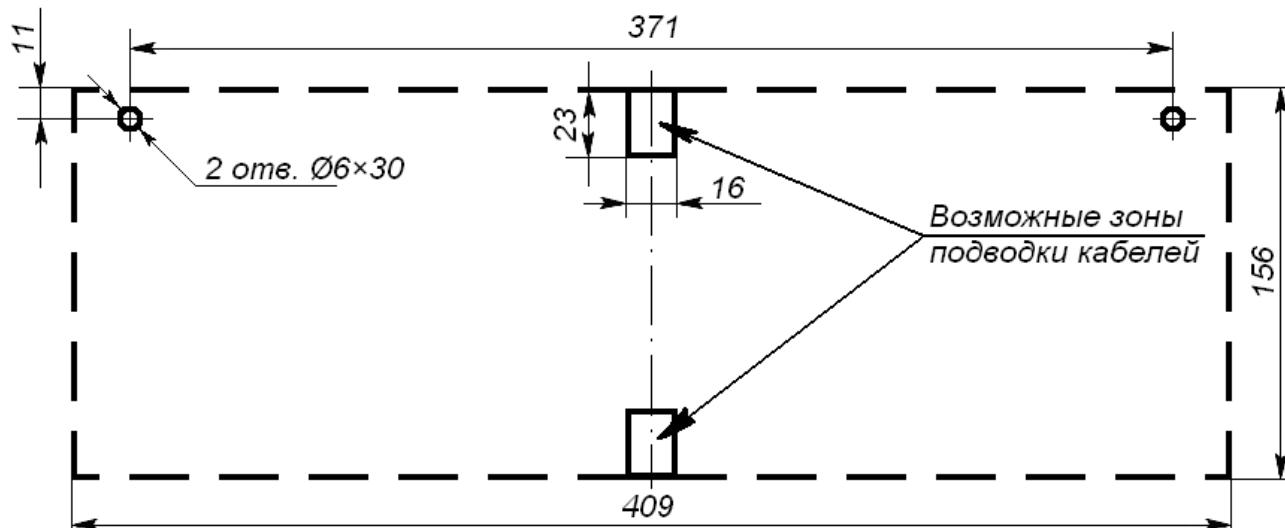

Рисунок 3. Схема разметки для установки ТСВ (пунктиром показаны габариты изделия)
- производить разметку установочных отверстий в соответствии с рис. 3;
2. Произведите разметку и разделку отверстий на установочной поверхности для крепления ТСВ и проводки всех кабелей (см. рис. 3). Установите в отверстия 6×30 пластиковые дюбели и вверните в них шурупы 4,2×25 так, чтобы головка шурупа отступала от стены на 5 мм.